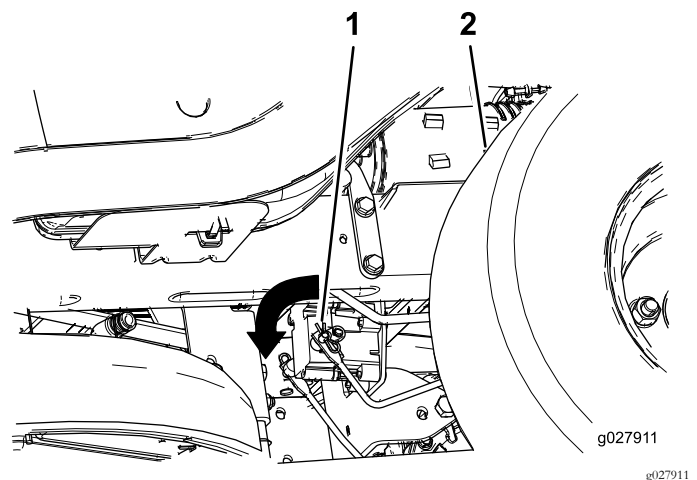

Figura 50
3. Localice el eje del freno eléctrico al que están conectados los brazos de enganche de los frenos (Figura 50).